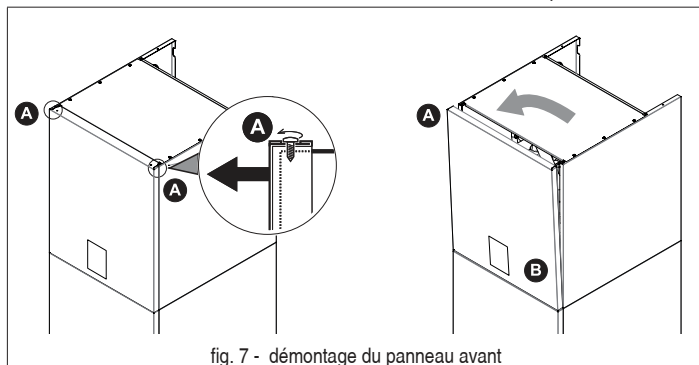

fig. 7 - démontage du panneau avant
- Dévisser partiellement les vis A (voir « fig. 7 - démontage du panneau avant »).
- Extraire le panneau B et le décrocher des fixations supérieures (voir « fig. 7 - démontage du panneau avant »).